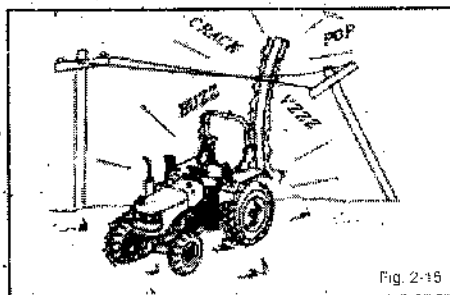

Fig. 2-16
**ADVERTÊNCIA:** Seu trator é uma máquina projetada para carregar apenas uma pessoa. NÃO permitir que outros peguem carona no trator ou em seus implementos. (Fig. 2-16) Em alguns países, é necessário instalar um banco do carona para poder transportar passageiros. Nunca permita que pessoas peguem carona nos implementos ou outros equipamentos incluindo reboques, exceto em determinados equipamentos de colheita, especialmente projetados para ter operadores durante a operação de colheita em si (nunca como forma de transporte). Este equipamento deve ter área segura para transporte de passageiro. NUNCA permita a presença de crianças em tratores.